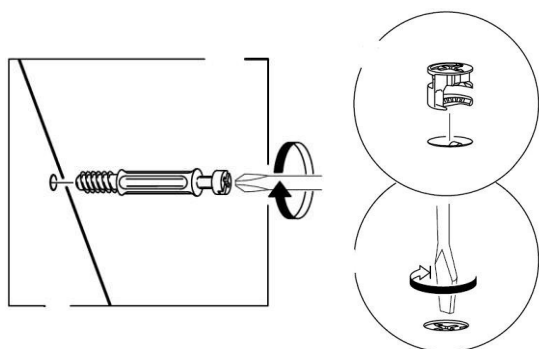

Рис. 1
1. В боковые стенки (30), (31), перегородки (35), (36), нижний щит (33), планки (37), (38), (41), горизонтальный щит (34), в имеющиеся отверстия установить эксцентрики Rastex 15\16, таким образом, чтобы стрелка была повернута в сторону отверстия в торце.
2. В установленные муфты эксцентриковых стяжек на боковых стенках (30), (31), крышке (32), перегородках (36), горизонтальный щит (34) ввернуть дюбели DU644, в соседние отверстия установить шканты (рис.1 и схема сборки).